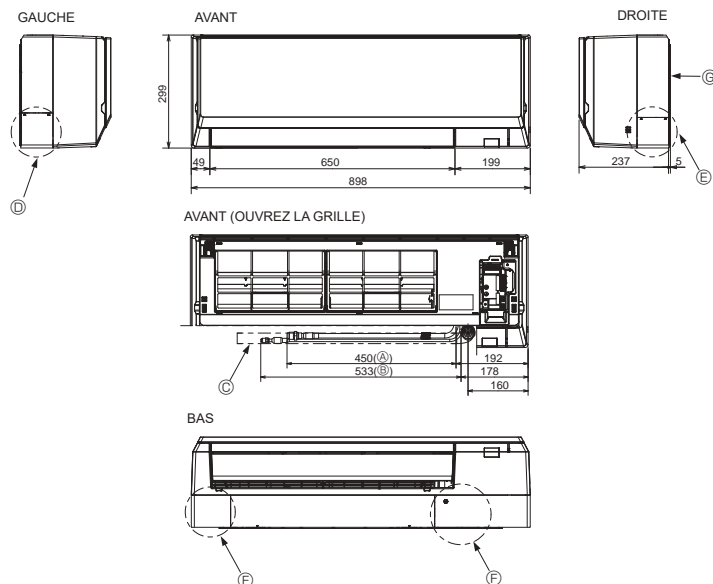

Fig. 4-3
4.3. Mise en place des tuyaux de réfrigérant et d'écoulement (Fig. 4-3)
- (A) Conduit de gaz * Indique la condition les accessoires montés.
- (B) Conduit de liquide
- (C) Tuyau d'écoulement (longueur utile : 500)
- (D) Orifice de la rondelle du tuyau gauche
- (E) Orifice de la rondelle du tuyau droit
- (F) Orifice de la rondelle du tuyau inférieur
- (G) Planche d'installation ①